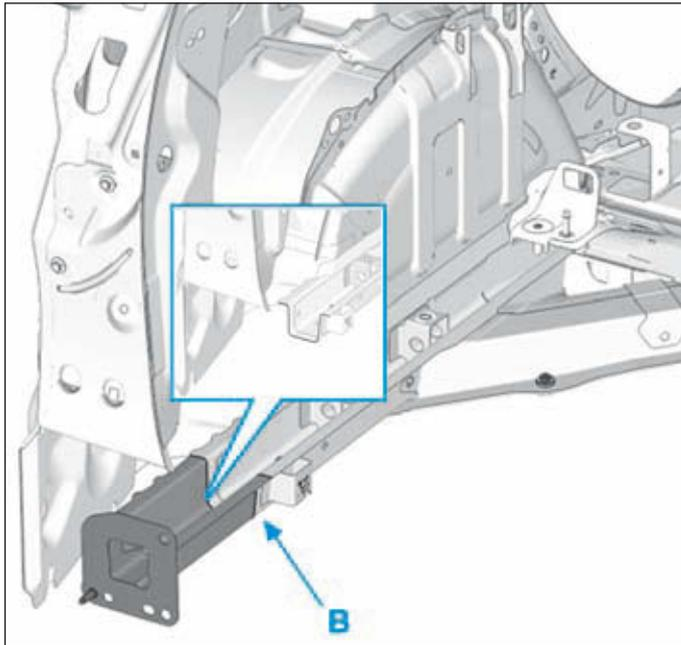

FIG.177
- Respecter la ligne de coupe (B) (Fig.177).